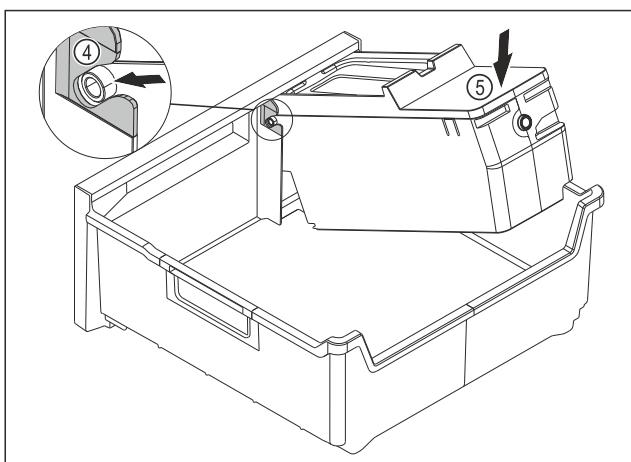

Fig. 78
- Монтаж на корпуса на EasyTwist-Ice: Вкарайте осите на корпуса на EasyTwist-Ice във водачите Fig. 78 (4).
- Натиснете надолу корпуса на EasyTwist-Ice Fig. 78 (5) отзад.